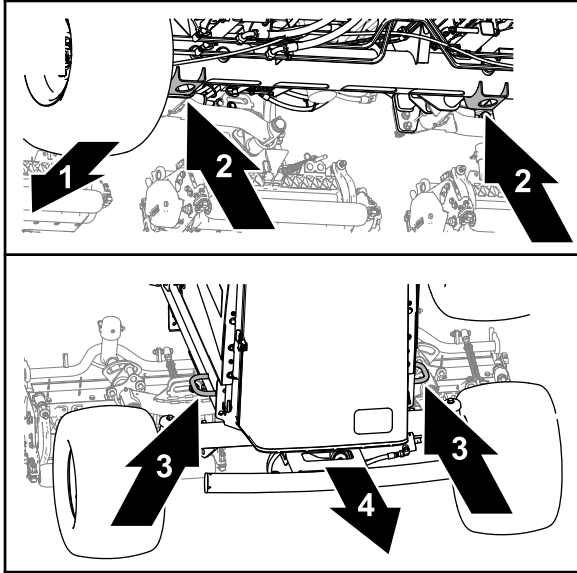

Figura 91
- Faă - orificiul din suporturile pentru cric ale tubului osiei față (Figura 91).